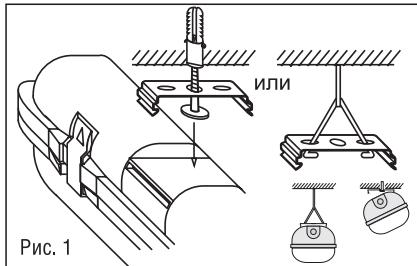

Рис. 1
- Для установки светильника накладным способом монтажа : наметить и просверлить отверстия для установочных кронштейнов на поверхности стены или потолка по месту установки (Рис. 1). Расстояние между центрами отверстий указано в таблицце.